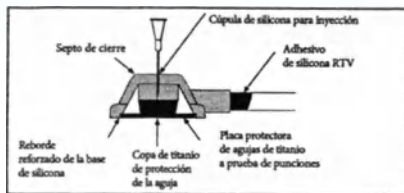

FIGURA 4
b) Penetre el reservorio hasta que la aguja se detenga por el protector de la misma, tal como se muestra en la Figura 4.